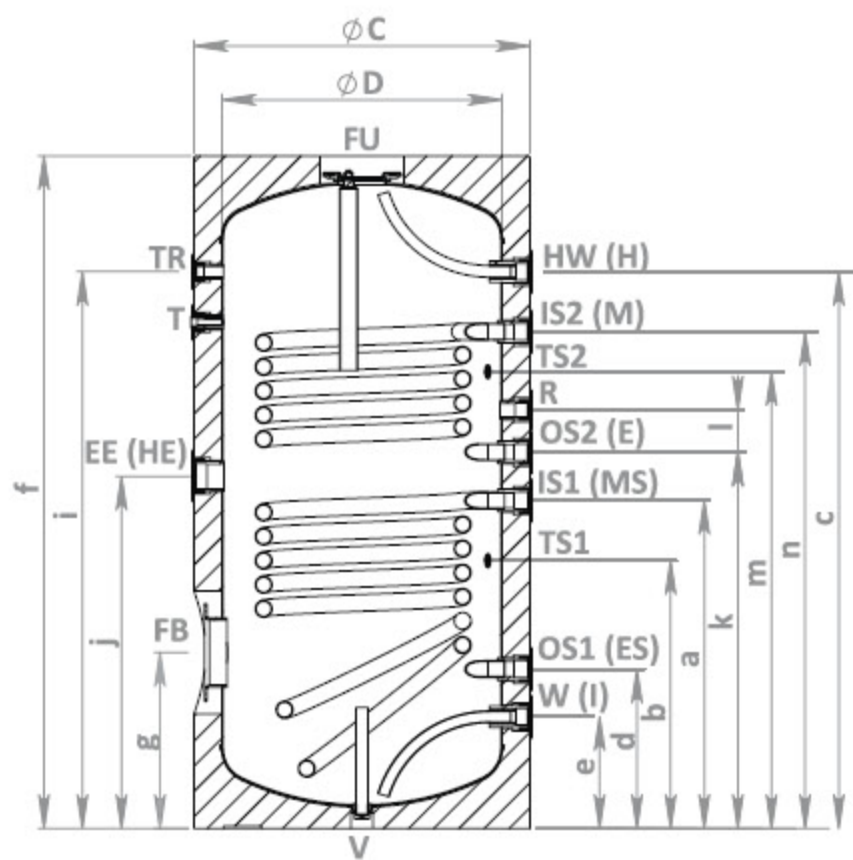
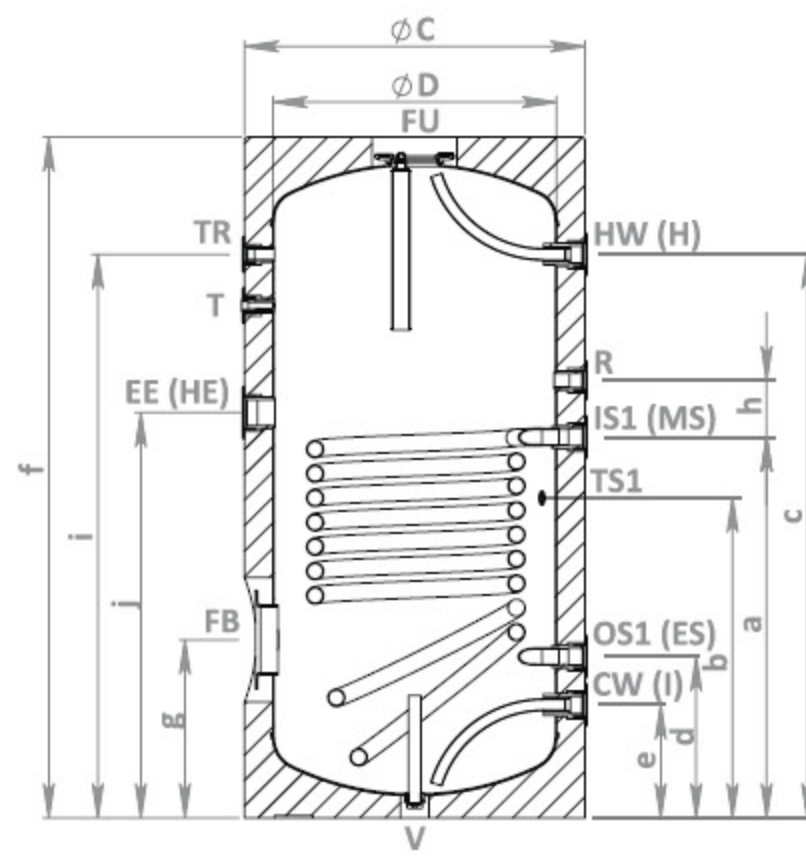

fig. 1
fig. 2
În funcție de model, încălzitoarele de apă pot fi fără schimbător de caldura sau cu unu (fig. 2) sau două schimbătoare de caldura încorporate - fig. 1. La boiler este montat indicator al temperaturii în încălzitorul de apă - T. La conductele de ieșire (marcate cu **TS1**, **TS2**, **TS3**) se pot monta detectoare de temperatură a apei în boiler și care participă la comandă puterii termice ce trece prin schimbatoarele de caldura. La boiler se poate monta un încălzitor electric pentru care este prevăzută o conductă de ieșire marcat cu literele **EE (HE)**. Conducta de ieșire, marcată cu R este destinată pentru recircularea apei calde în instalațiile, unde este posibil.